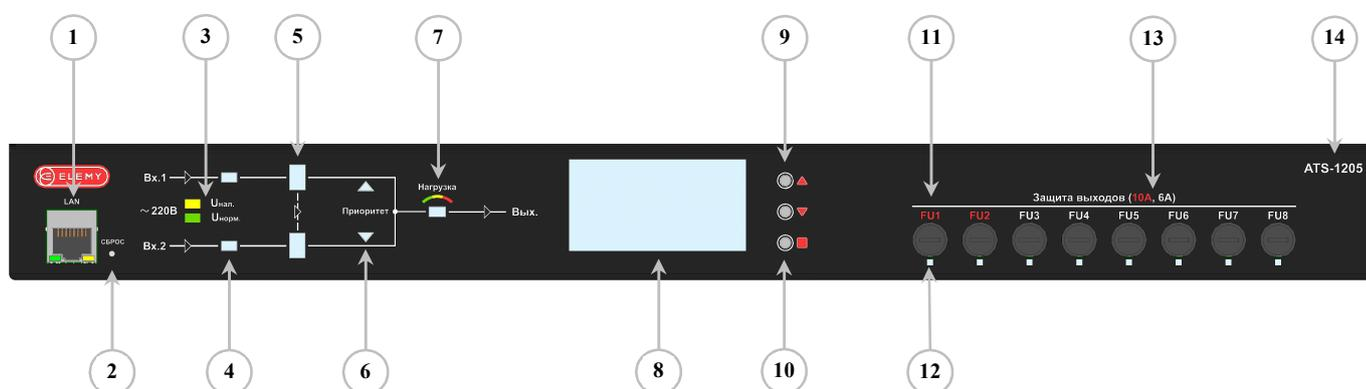

Рисунок 1 – Электронно-механический АСП ATS-1204, передняя панель:
Уставки по напряжению задаются пользователем с помощью слайдеров на странице управления в Web-интерфейсе и с кнопочной клавиатуры, расположенной на лицевой панели (Рис.1). Пользователь может установить
Готовность входа к использованию определяется наличием на входе напряжения соответствующего уставкам в течение времени, превышающего время задержки (устанавливается пользователем с помощью слайдера на странице управления в Web-интерфейсе и с кнопочной клавиатуры, расположенной на лицевой панели (Рис.1)). Готовность входа – обязательное условие для того, чтобы нагрузка могла быть подключена к этому входу. Задержка с момента появления на входе напряжения, соответствующего уставкам, до подтверждения готовности входа, позволяет убедиться, что напряжение в сети, к которой подключен конкретный вход, находится в установившемся режиме, отсутствуют броски или провалы напряжения. Это позволяет избежать преждевременного подключения нагрузки ко входу с неустановившимся режимом.
Выбор приоритета ввода производится пользователем с помощью выбора нужного Ввода из выпадающего списка на странице управления в Web-интерфейсе и с кнопочной клавиатуры, расположенной на лицевой панели (Рис.1). При выборе одного из входов и при условии, что он находится в состоянии готовности – питание нагрузки будет осуществляться именно от этого входа. Изменение приоритета на другой вход, находящийся в состоянии готовности вызовет переключение нагрузки на вход, выбранный приоритетным.
Пробуждение дисплея и перелистывание экранов осуществляется при помощи кнопок «вверх» и «вниз» (см. рис. 1). Дисплей будет вновь погашен через время бездействия от 1 до 60 минут (настраивается пользователем).
1. Нажать и удерживать до двух секунд кнопку входа в режим настройки (12 см. Рис.1): начнет мигать значение первой уставки «Номинальное напряжение»
2. При необходимости кнопками «вверх/вниз» (11 см. Рис.1) можно изменить значение уставки «Номинальное напряжение».
3. Кратковременным нажатием на кнопку выбора (12 см. Рис.1) осуществляется переход к настройке следующего значения (замигает с частотой 1Гц) «Отклонение напряжения от номинального».
4. При необходимости кнопками «вверх/вниз» (11 см. Рис.1) можно изменить значение уставки «Отклонение напряжения от номинального».
5. Повторным кратковременным нажатием на кнопку выбора (12 см. Рис.1) осуществляется переход к настройке следующего значения (замигает с частотой 1Гц) «Время задержки»
6. При необходимости кнопками «вверх/вниз» (11 см. Рис.1) можно изменить значение уставки «Время задержки».
7. При длительном нажатии (до двух секунд) кнопки входа в режим настройки (12 см. Рис.1) введенные значения будут сохранены и применены.